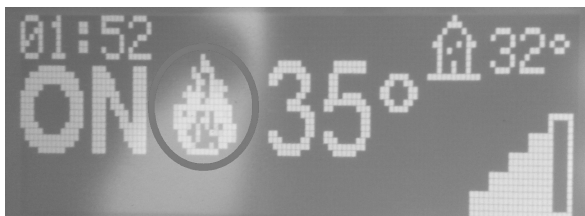

Fig. 3 - Llama grande
- Una vez terminada la fase de encendido, la estufa se pone en modo trabajo visualizando la potencia calórica seleccionada, la temperatura ambiente y la **llama grande** (ver **Fig. 3**).